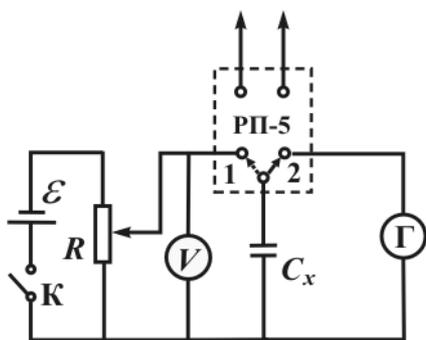

Рис. 3.27
Описание установки. В данном упражнении в качестве автоматического переключателя используется поляризованное реле РП-5. Схема установки приведена на рис. 3.27. Конденсатор C_x заряжается от источника тока \mathcal{E} до
1. Соберите схему согласно рис. 3.27.